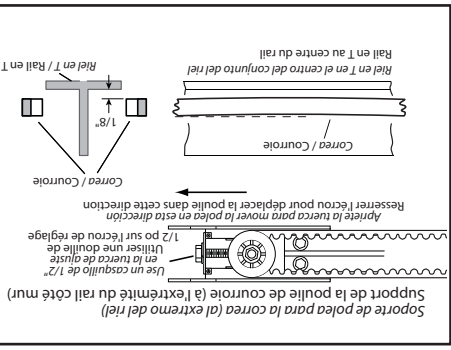

FIG. 1-4 Ajuste de la Correa.
3. Apriete la correa hasta que esta esté aproximadamente a 1/8 in (0,32 cm) arriba de la base del riel y en un punto medio del mismo (Fig. 1-4).
2. Tendez la courroie en tournant l'écrou de réglage vers la droite. L'écrou de réglage de la courroie se situe à l'opposé de l'ensemble du moteur, à l'autre extrémité du rail (Fig. 1-4).
3. Tendez la courroie jusqu'à ce qu'elle se situe à environ 0,3 cm (1/8 po) au-dessus de la base du rail (mesure effectuée au centre du rail) (Fig. 1-4).